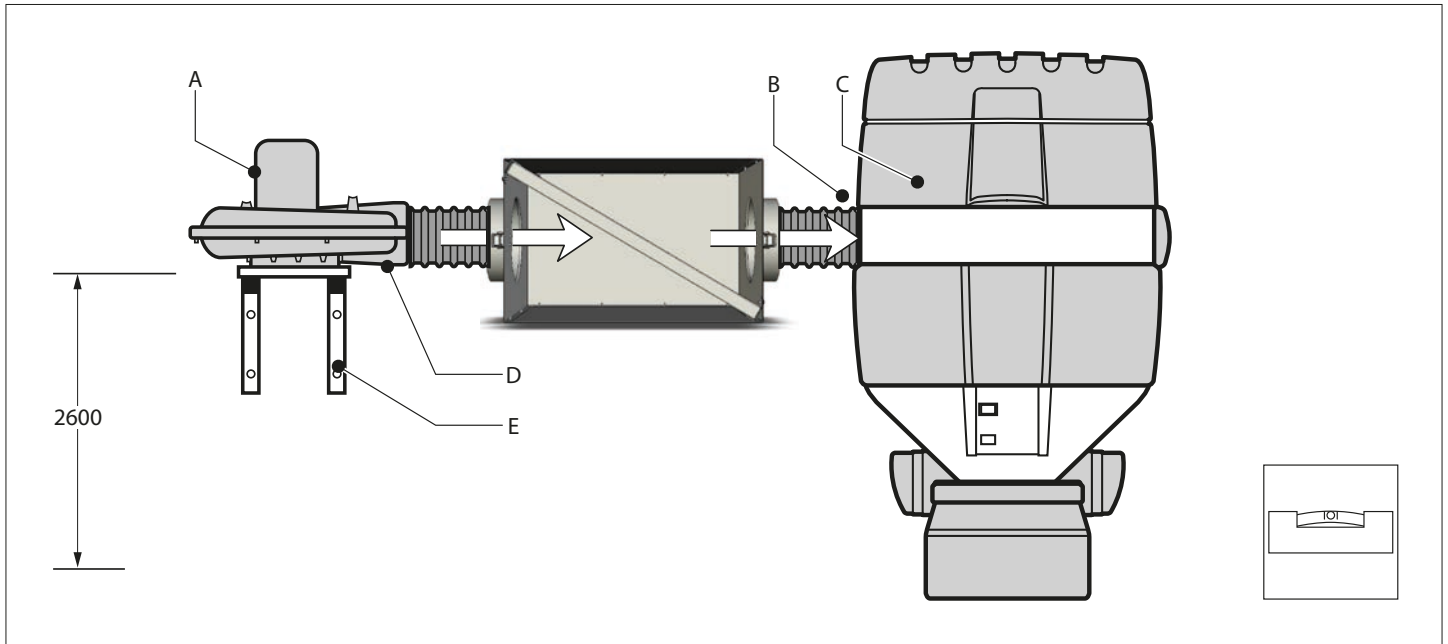
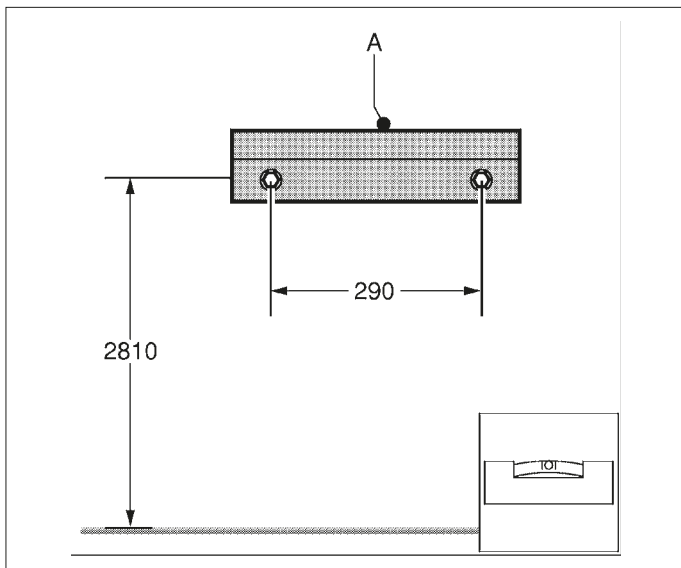

Fig. 4.1
Fig. 4.2
Montieren Sie das SFS (Fig. 4.1 C) so, dass die Einblasöffnung (Fig. 4.1 B) waagrecht mit der Ausblasöffnung (Fig. 4.1 D) des Absaugventilators fluchtet. In der Standardaufstellung steht das SFS rechts vom Absaugventilator (Fig. 4.1 A). Siehe Fig. 4.2 für die empfohlene Höhe der Wandkonsole. Hinweise zur Montage der Wandkonsolen (NMB oder TNB) (Fig. 4.1 E) und des Absaugventilators entnehmen Sie bitte den betreffenden Anleitungen.
Kontrollieren Sie -vor der Montage der Wandkonsole (Fig. 4.2 A)-, ob die Tragkraft der Wand ausreicht. Das Nettogewicht des SFS beträgt ca. 85 kg. Achten Sie beim Bohren auf möglicherweise vorhandene Gas-, Wasser- und Elektrizitätsleitungen. Stellen Sie das SFS nicht an einer Stelle auf, an der es Schwingungen oder Wärmestrahlung von Wärmequellen ausgesetzt ist. Beachten Sie die oben aufgeführten Umgebungsbedingungen.
- Montieren Sie die Wandkonsole (Fig. 4.2 A). Siehe Fig. 4.2 für die empfohlene Höhe und die Bohrmaße. Die aufgeführte empfohlene Höhe gilt, wenn der Absaugarm in 2.600 mm montiert wird und das SFS waagrecht mit der Ausblasöffnung des Absaugventilators fluchtet. Sorgen Sie für ausreichenden Platz über dem Filter (mindestens 700 mm), da beim Auswechseln des Filters die Filterhaube ausgebaut werden muss.